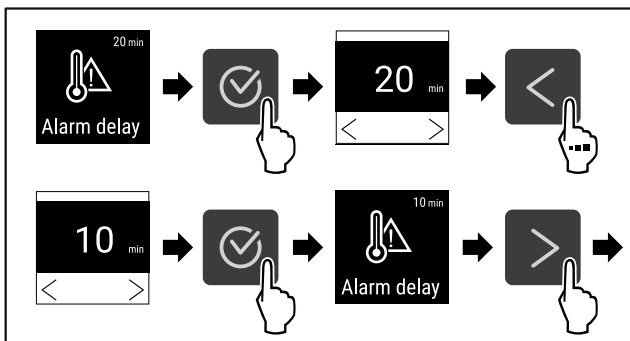

Fig. 100
- ▶ Выполните шаги действия (см. Fig. 100) .